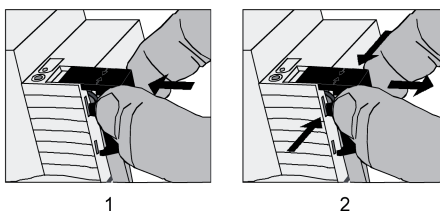

Figure 3: Poser/retirer le capuchon de protection pour la connexion du bus
- Poser le capuchon de protection : Pousser le capuchon de protection sur la borne de bus jusqu'à ce qu'il s'enclenche sensiblement (figure 3).
- Retirer le capuchon de protection : Pour retirer le capuchon de protection, le presser légèrement sur le côté et le tirer vers l'avant (figure 3).